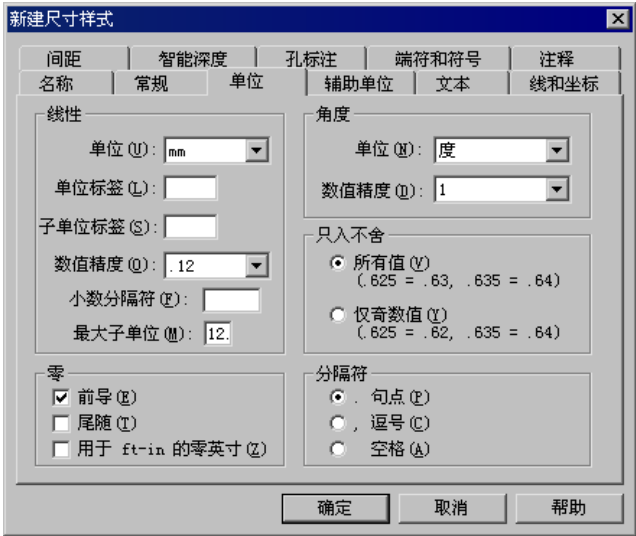

图 8.3.16 “单位”选项卡
Step4. 单击“新建尺寸样式”对话框中**单位**选项卡，然后设置图 8.3.16 所示的参数。